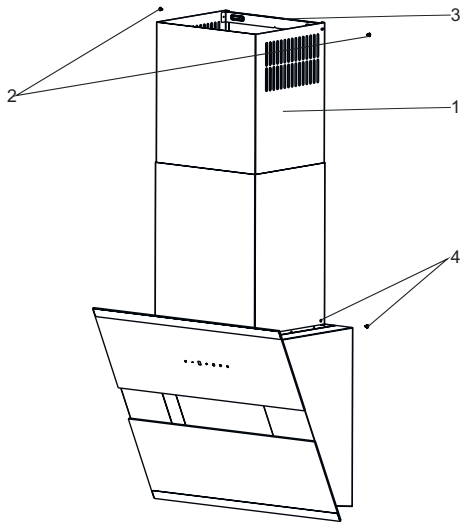

Fig. 9
Indvendig og udvendig skorsten sættes ind i hinanden (Fig. 9).
- Vægbeslaget til skorstenen (6) holdes hen mod væggen der hvor den skal placeres. Herefter markeres punkterne E & F (Fig. 9).
- Bor punkter E og F med Ø 6 mm bor, og sæt Ø 6 mm rawl-plugs. Monter vægbeslaget til skorstenen med 3,9x22 skruer (Fig. 9).
- Træk nu den indvendige skorsten op mod loftet. Fastgør denne med 2 skruer på siderne i toppen (Fig. 9).